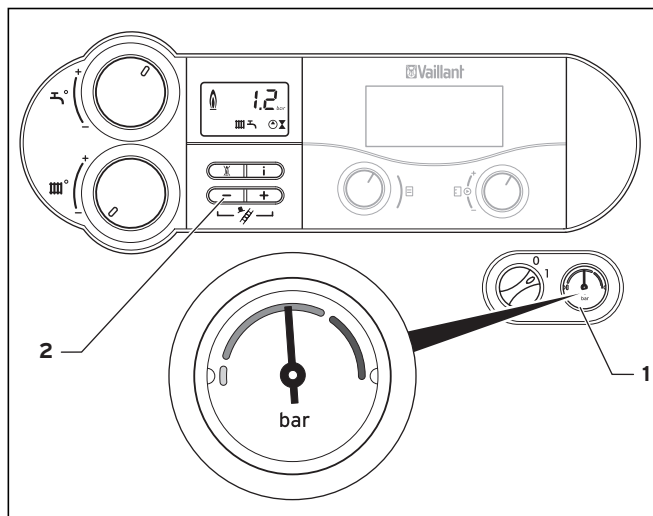

Рис. 6.1 Проверка давления наполнения отопительной установки
Для бесперебойной работы отопительной установки стрелка манометра (1) в холодном состоянии должна находиться в верхней половине темн-серого диапазона (см. рис. 6.1). Это соответствует давлению наполнения между 1,0 и 2,0 бар.